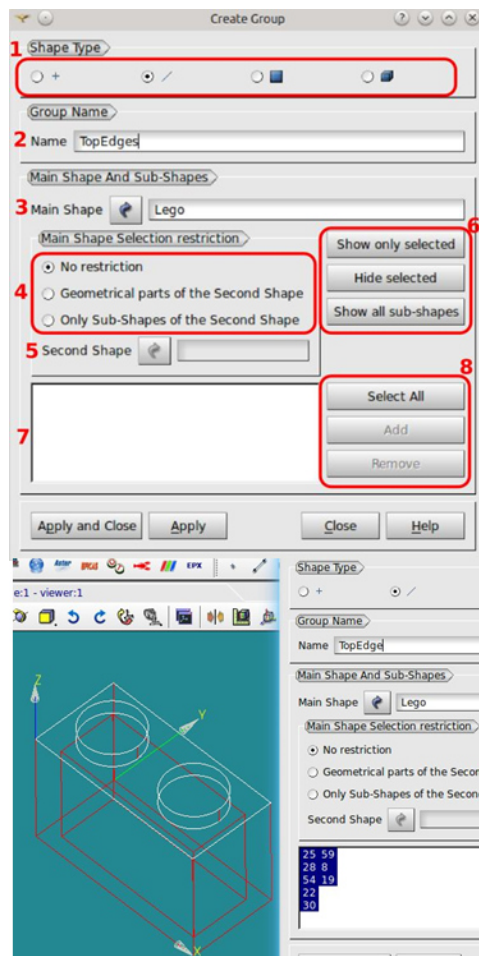

Рис. 37. Создание группы рёбер.
Следует выделить необходимые ребра, как показано на рис. 37, левой кнопкой мыши, при этом необходимо удерживать клавишу Shift, затем нажать кнопку Add (добавить). В результате соответствующем окне отобразится список с номерами выбранных ребер. Нумерация ребер может не совпадать с представленной на рисунке, совпадать будет их количество (8), важно выбрать именно ребра верхней части объекта, лишние ребра можно удалить клавишей Remove.
Примечание: чтобы отобразить объект в виде, как на рис. 37, следует включить опцию View – Display Mode – Wireframe.